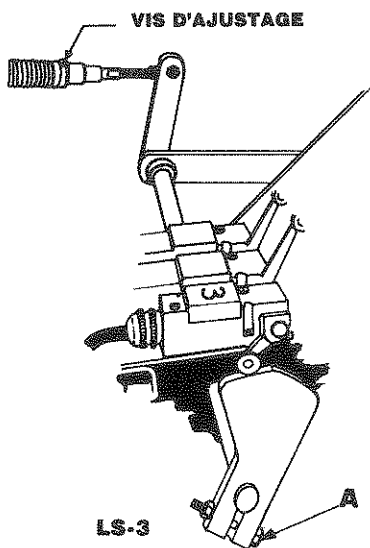

Fig. 41
1. Ajuster la came lorsque les pattes du senseur d'alimentation sont abaissées Fig. 41.